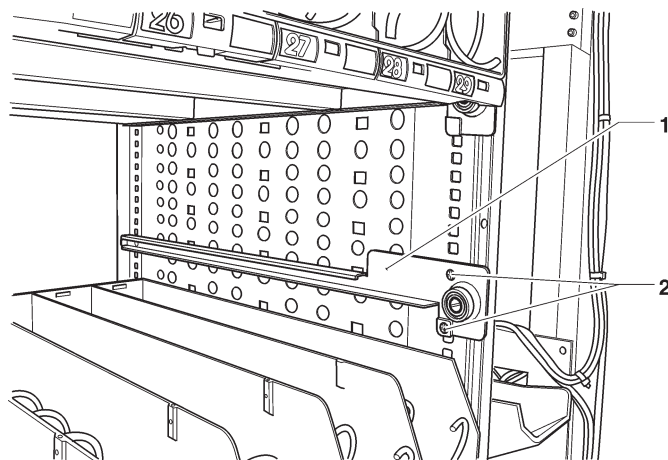

Fig. 40
- Spostare le restanti coppie di guide (vedi fig. 40) poste sui supporti laterali.